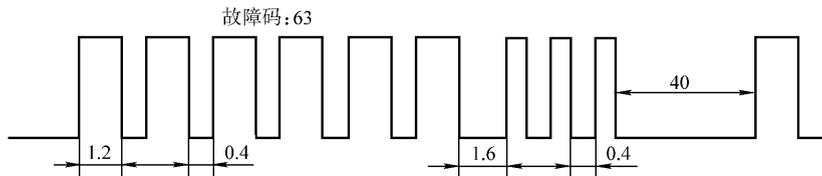

图 6-41 故障码显示
2) 找到诊断插座 (DLC) 位置, 马自达 MX-6 和 626 轿车的诊断插座在发动机室内左侧轮胎罩的前面, 马自达 929 型轿车的诊断插座在发动机罩下左支架前部。如图 6-43 所示, 将维修检查插头端子 (TAT) 用跨接线与接地 (GND) 端子短接, 并接通点火开关。此时保持 (HOLD) 指示灯会闪烁显示故障码, 如图 6-41 所示。如果不止出现一个故障码, 故障码按数字从小到大的顺序闪烁。